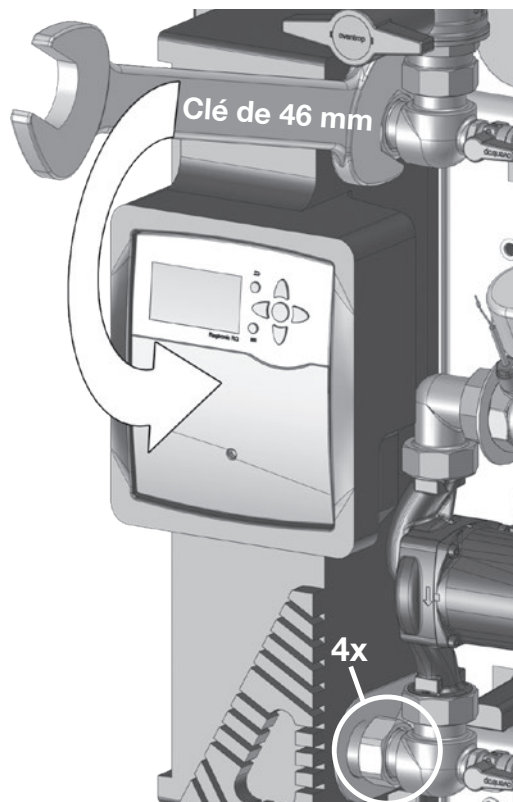

Fig. 5.6: Desserrer les   crous d'accouplement de l'  changeur de chaleur
6. Desserrer les quatre   crous d'accouplement de l'  changeur de chaleur    l'aide d'une cl   plate de 46 mm (Fig. 5.6).